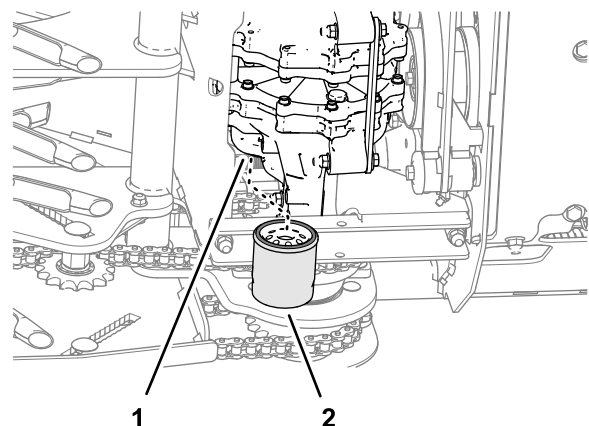

Figure 54
4. Localisez les deux filtres sous les transmissions (Figure 54).
6. Déposez les filtres et vidangez le liquide du système d'entraînement (Figure 54).
2. Vissez le filtre dans le sens horaire jusqu'à ce que le joint en caoutchouc rejoigne l'adaptateur, puis vissez-le encore de 2/3 à 3/4 de tour (Figure 54).